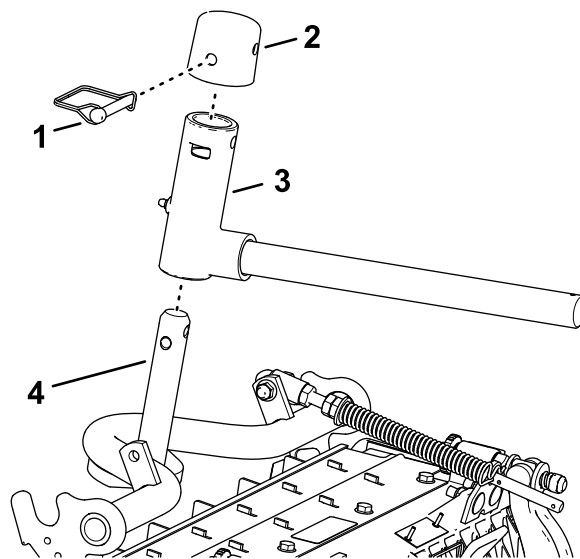

Рисунок 28
2. Установите втулку подъемного рычага на вал несущей рамы (Рисунок 28).